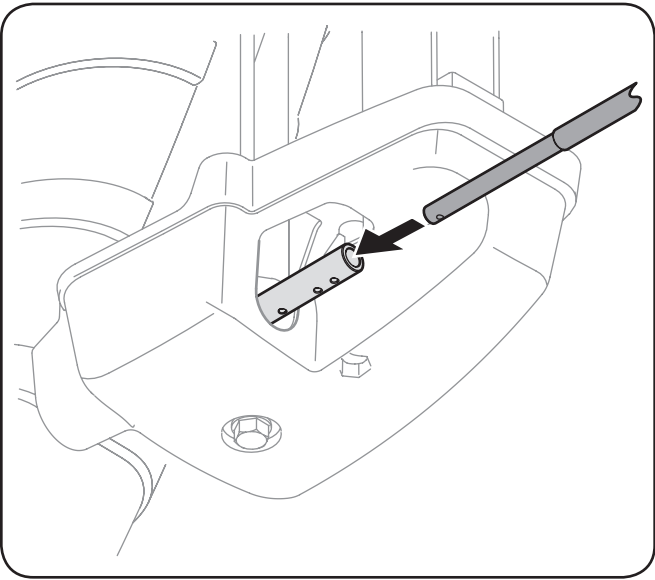

Figure 3-5
2. Insérez l'extrémité ronde de la tige de commande de la goulotte (trou vers le haut) à fond dans la tête de commande de la goulotte. Voir la Figure 3-5.